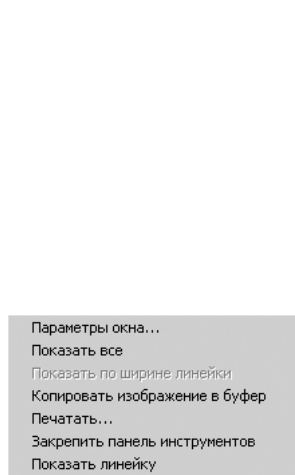

Рис. 2.75. Контекстное меню графика окна **Инспектор**
- щелкните правой кнопкой мыши на графике в окне **Инспектор**. Появится контекстное меню, изображенное на рис. 2.75;